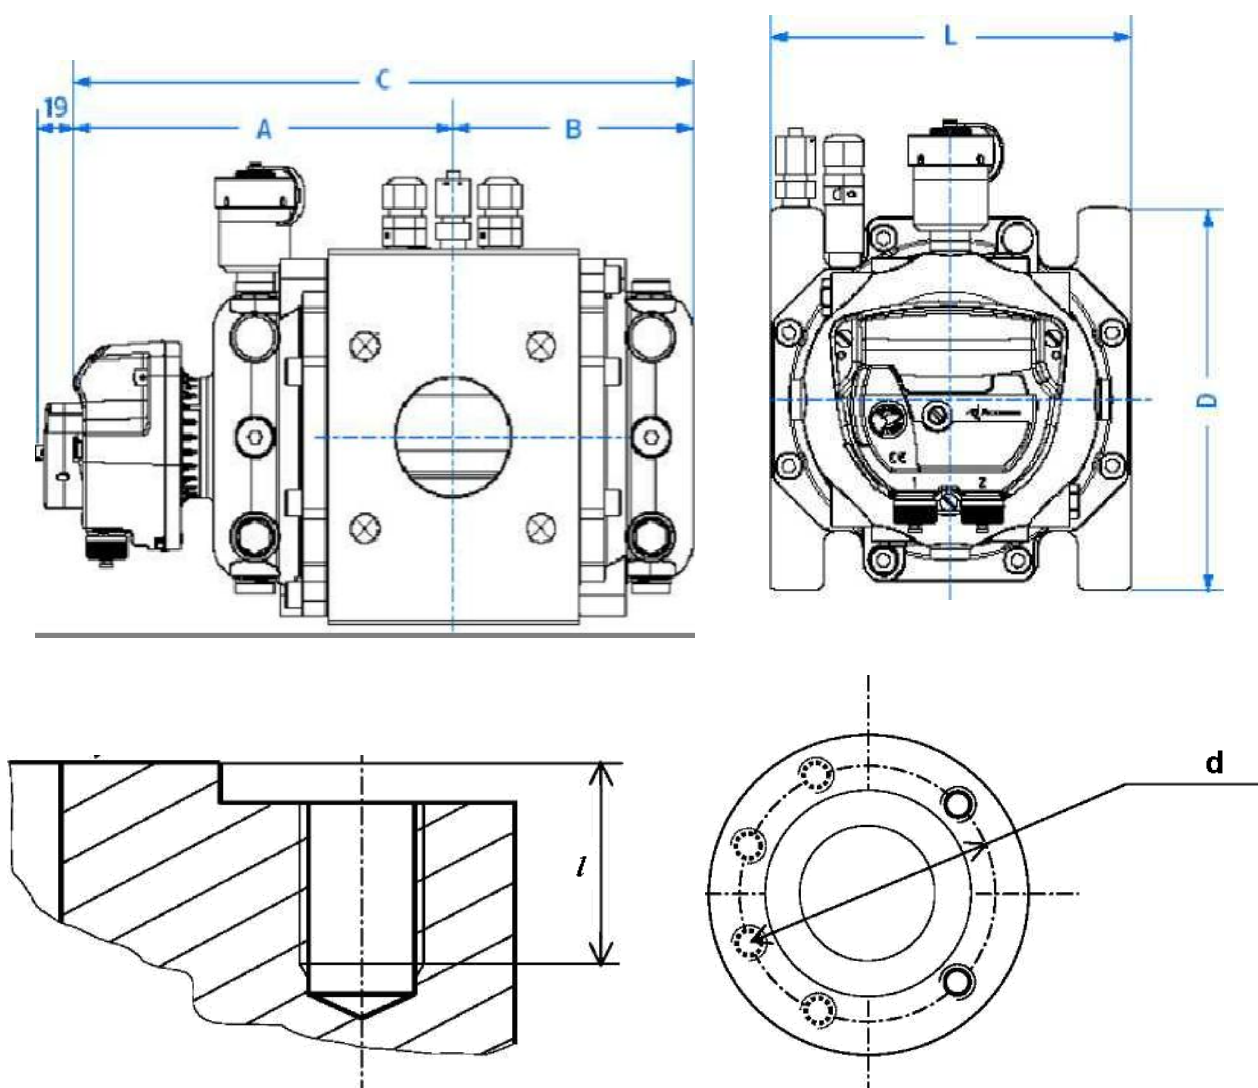

Рисунок 1 Габаритные и присоединительные размеры счетчиков
2.4.11 Габаритные, присоединительные размеры, вес счетчиков не должны превышать значений, указанных на рис. 1.